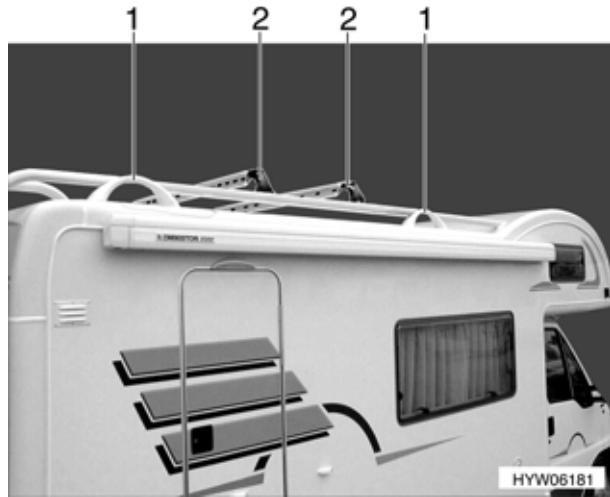

Fig. 1 Portapacchi
- Fissare il portapacchi (Fig. 1,2) soltanto tra i supporti del portapacchi (Fig. 1,1).